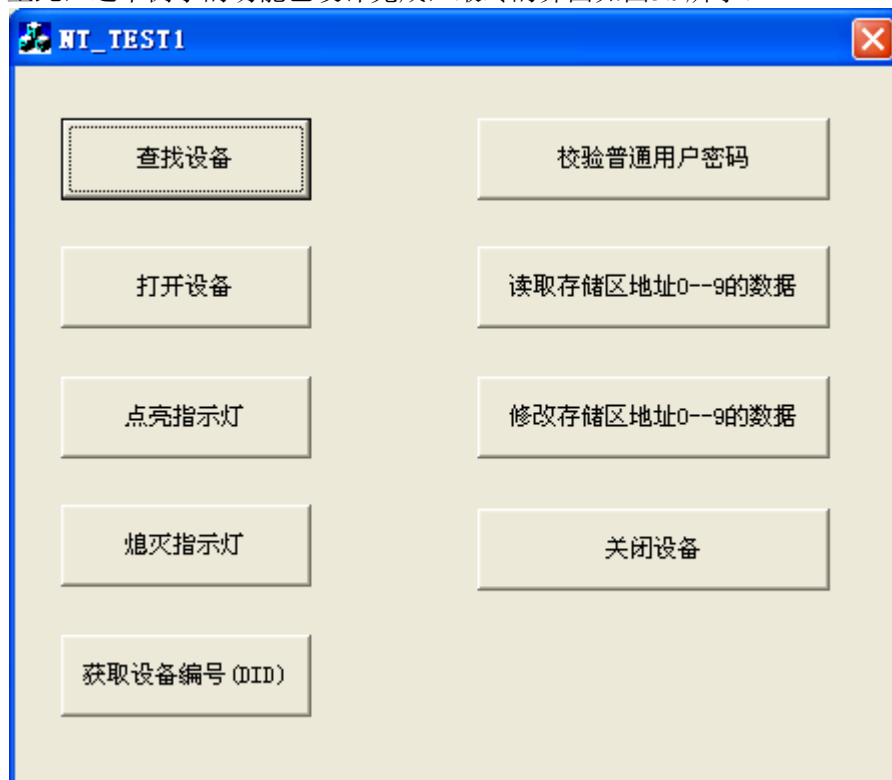

图 5.9 NT\_TEST1 操作界面
(14) 至此，这个例子的功能已设计完成，最终的界面如图5.9所示。